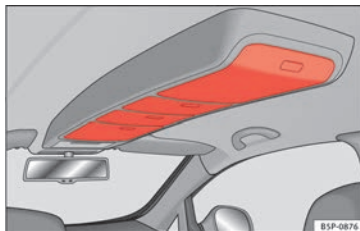

Abb. 87 Ablagen in der Dachkonsole.
- Zum Öffnen drücken Sie auf den Taster der Klappe » Abb. 87. Die Abdeckung öffnet sich selbsttätig.